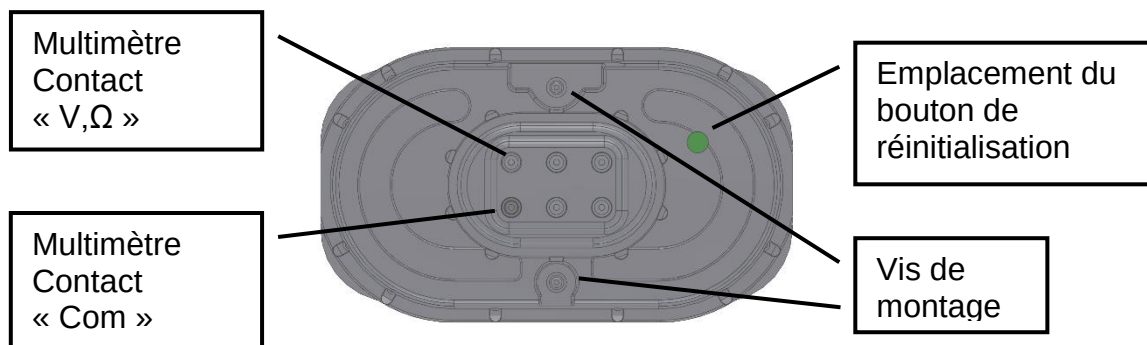
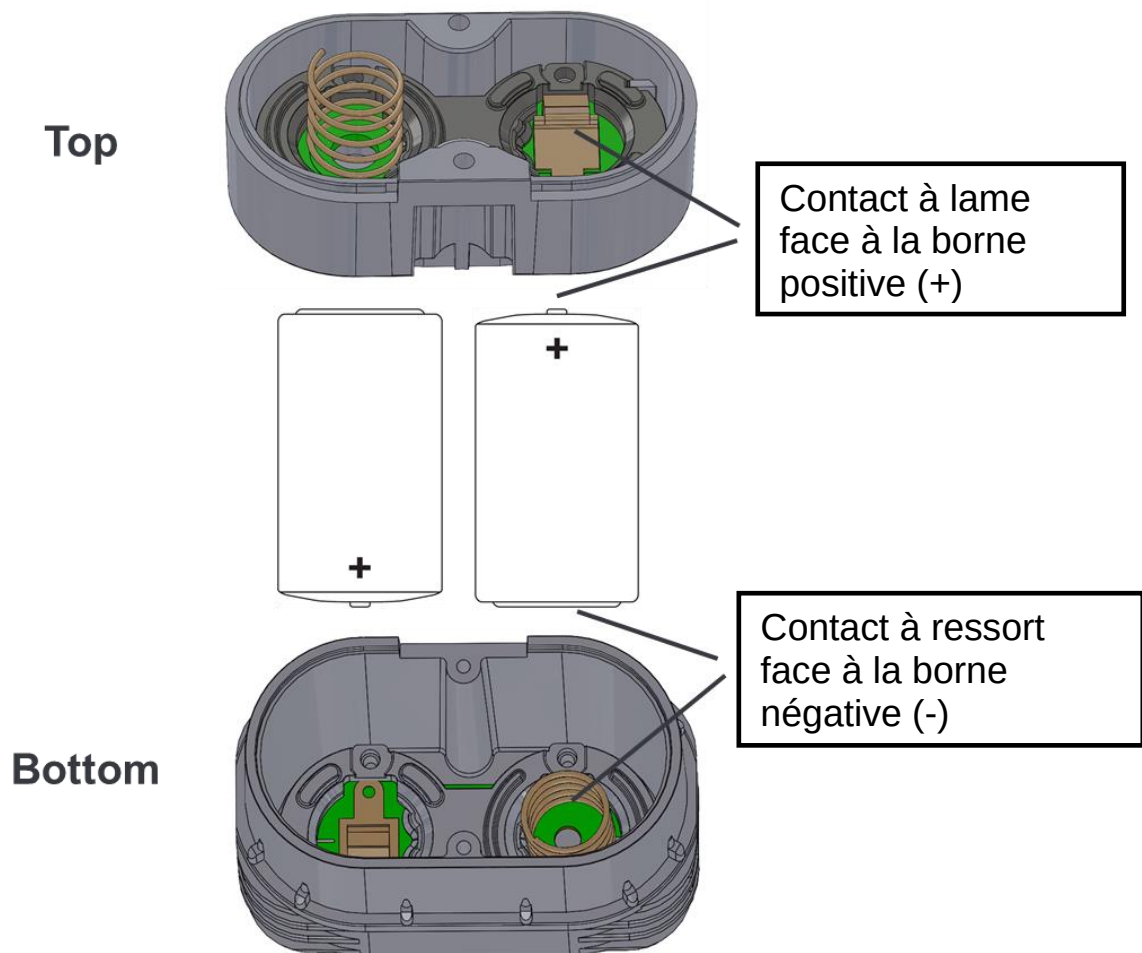

Figure 5-2 : Bloc batteries vu de dessous. Connexion correcte du multimètre.
Figure 5-3 : Haut et bas du bloc batteries
- Desserrez les deux vis de montage du bloc batteries (Torx T10), cf. Figure 5-2. N'oubliez pas que la pression du ressort est forte, tenez donc fermement le bloc tout en le dévissant.
- Placez les deux piles dans le bloc batteries, le contact de la lame face à la borne positive (+) et le contact du ressort face à la borne négative (-), cf. Figure 5-3.
- Appuyez sur le bouton situé sur le bloc, cf. Figure 5-2 (le bouton est situé derrière un trou au niveau du bloc et est accessible avec la pointe d'un stylo). Il signalera au détecteur de gaz que des batteries neuves sont installées et réinitialisera le compteur de charge. Veuillez noter que seuls les détecteurs de gaz équipés du firmware 3.0 ou supérieur reconnaîtront cette opération. Veuillez contacter GasSecure si le détecteur contient une version firmware plus ancienne ou si vous ne savez pas de quel firmware il s'agit.
Mesurez la tension indiquée sur le bloc batteries en connectant un multimètre aux contacts, comme indiqué dans la Figure 5-2. La tension nominale est de +7,2 V. Les tensions inférieures à +7,0 et supérieures à +7,8 V ne sont pas autorisées. Vérifiez l'orientation des cellules de batterie, voir Figure 5-3, si la tension mesurée est hors de la plage autorisée.